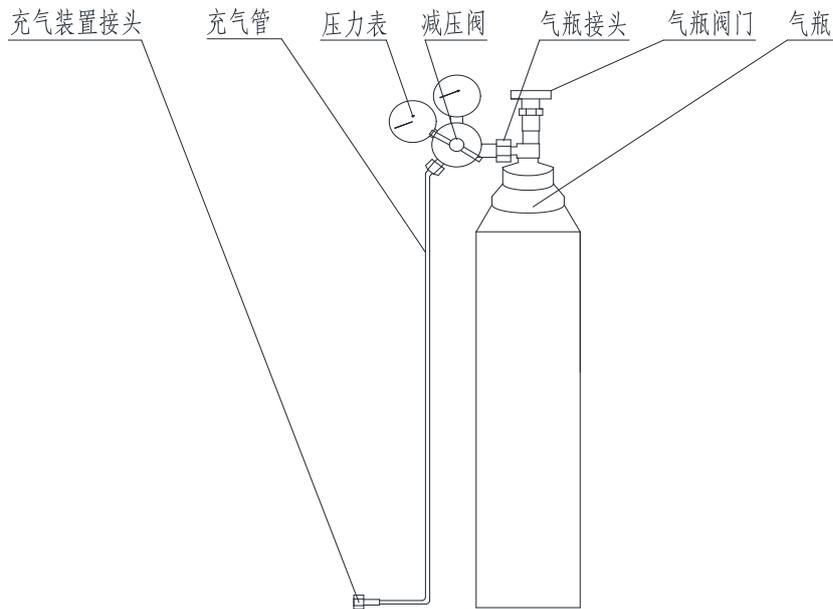

图 3 充气装置示意图
- b) 旋开气瓶防护帽，将充气装置带减压阀的一端安装至气瓶接头上，见图 3。